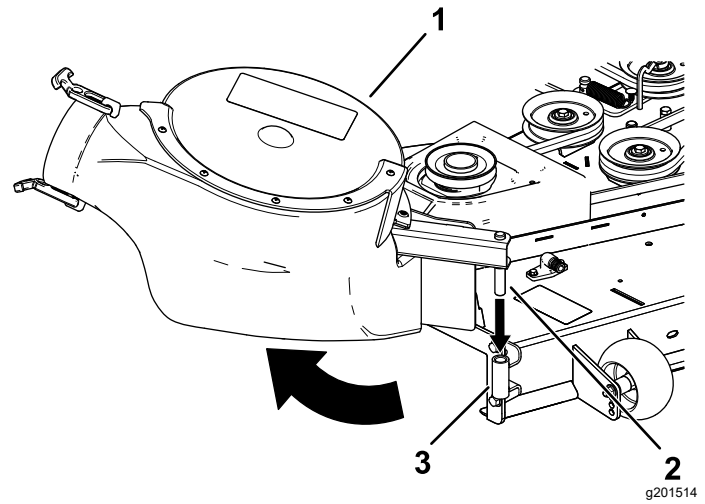

Figura 24
2. Introduzca el pasador de giro del soplador en el soporte del soplador y gire el soplador hacia dentro, hacia la máquina (Figura 24).